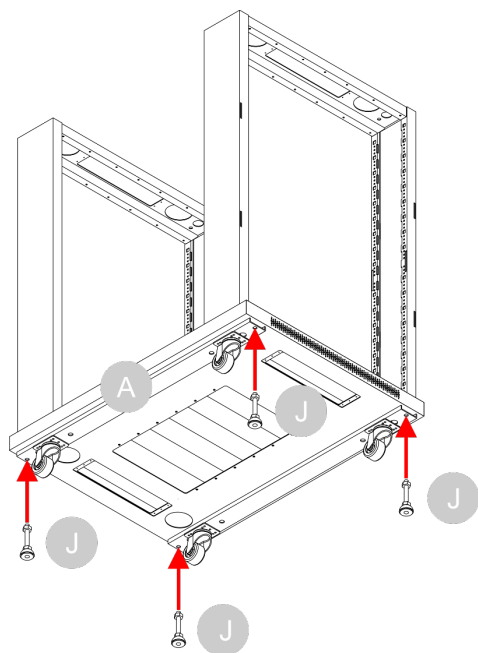

Fig. 23
- 06) Fissare i **piediregolabili (J)** alla parte inferiore della **piastra di fondo (A)**, ruotandoli in senso orario, come mostrato nella Fig. 23.